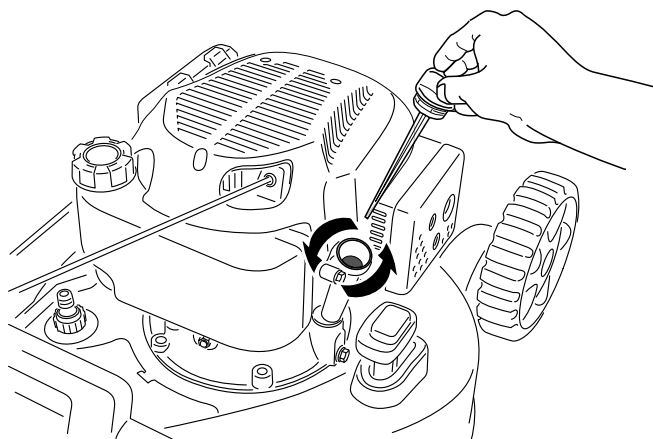

Рисунок 24
- Извлеките масломерный щуп, повернув крышку против часовой стрелки и вытянув его (Рисунок 24).
- Для слива отработанного масла через маслозаливную горловину переверните машину набок (чтобы воздушный фильтр был сверху) (Рисунок 24).